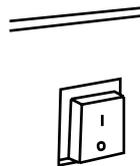

Рис.2
1. Поверните выключатель питания в положение I и убедитесь, что вентилятор работает правильно. (Рис. 2.)